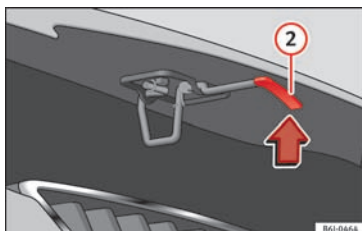

Fig. 7
- Løft af motorhjelm: Tryk vippeknappen, der er placeret under motorhjelm, opad » Fig. 7 (2). Derved bliver sikkerhedskrogen udløst.